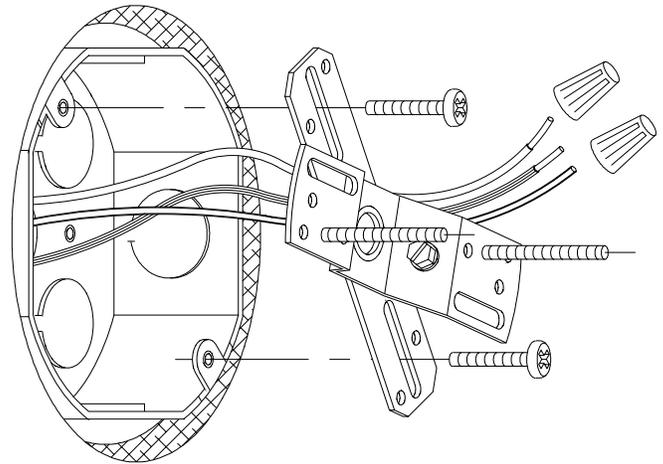

Figure 2
2. **Fully thread (2) #8-32 x 1½" screws into the Crossbar,** with the green ground screw, 2¾" apart, facing forward. **See Fig 2.**
3. **Attach the flat crossbar to the junction box** by inserting the (2) #8-32 x 1" machine screws through the slots in the crossbar into the junction box. (*head of green screw should face forward*). _____ **See Fig 2.**
4. **Rotate the crossbar with the protruding screws** so that the screws are horizontally level. _____ **See Fig. 2.**
2. **Visser complètement les (2) vis cal.** 8-32 x 1½ po dans la traverse, avec la vis de terre verte, espacées à 2¾ po, face vers l'avant. **Voir la figure 2.**
3. **Fixer la traverse plate** à la boîte de jonction en insérant les (2) vis de mécanique cal. 8-32 x 1 po dans les rainures de la traverse de la boîte de jonction. (La tête de la vis verte doit être face vers l'avant.) **Voir la figure 2.**
4. **Tourner la traverse avec** les vis qui dépassent pour que celles-ci soient à l'horizontale. **Voir la figure 2.**
2. **Enrosque completamente (2) #8-32 x 1½"** a la barra transversal, con el tornillo verde, mirando hacia el frente y espaciado a 2¾". **Vea Fig. 2.**
3. **Conecte la barra transversal** plana a la caja de ensambladura metiendo los (2) tornillos de máquina #8-32 x 1" por las ranuras de la barra transversal a la caja de ensambladura. (la cabeza del tornillo verde debe mirar hacia el frente). **Vea Fig. 2.**
4. **Gire la barra transversal con los tornillos** que resaltan para que los tornillos estén horizontalmente nivelados. **Vea Fig. 2.**